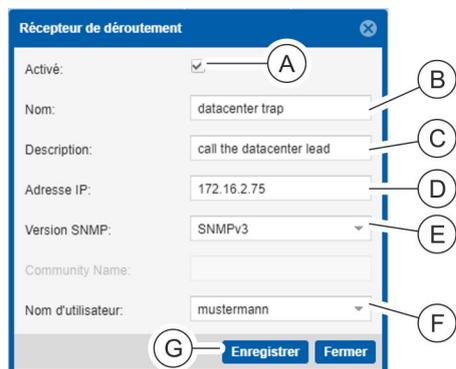

Fig. 142 : Fenêtre « Récepteur de déroutement »
1. Configurer le récepteur de déroutement selon *Ajout d'un récepteur avec SNMPv1/SNMPv2*, étapes 1 à 4 (Fig. 142 /A – D).
2. Sélectionner la version SNMP « SNMPv3 » dans le champ de sélection (Fig. 142 /E).
3. Sélectionner un nom d'utilisateur (Fig. 142 /F).
4. Après avoir saisi les données, quitter la fenêtre en appuyant sur le bouton « *Enregistrer* » (Fig. 142 /G) pour créer la configuration du PDU.